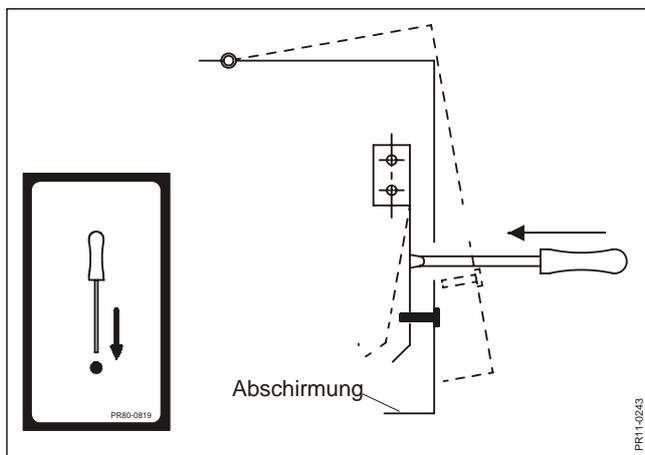
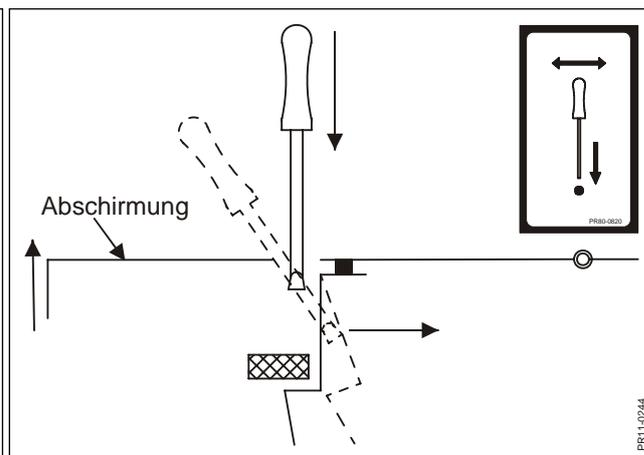

Fig. 5-1
Fig. 5-2
- Fig. 5-1 Wenn Sie die Maschine warten, müssen Sie oft die Abschirmungen öffnen oder entfernen.
- Fig. 5-2 Alle Abschirmungen, die nicht für den Transport hochgeklappt werden müssen, sind aus Sicherheitsgründen mit einer Verriegelung versehen. Die Verriegelung stellt sicher, dass man die Abschirmung nicht ohne Gebrauch von Werkzeugen öffnen kann. Fig. 5-1 und 5-2 zeigen die zwei verschiedenen Typen von Verriegelung und die Transfers, die die Verriegelung an der Maschine markieren und illustrieren sollen.